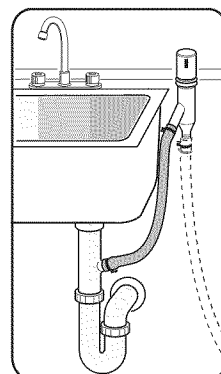

Ilustración 10
3. A la conexión de desagüe de la lavadora de platos debajo del fregadero a través de un espacio de aire, como se muestra en la Ilustración 10.